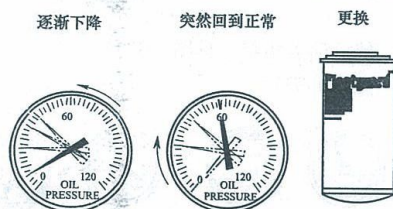

图 1-328 机油滤清器堵塞情况分析
(5) 机油滤清器堵塞 机油滤清器堵塞会造成机油压力逐渐下降到约 69kPa(10psi)。当机油滤清器旁通阀打开后，油压将恢复到正常状态。如果不及时保养，在旁通阀打开时，发动机使用未经滤清的机油润滑，将会导致发动机严重磨损，见图 1-328。